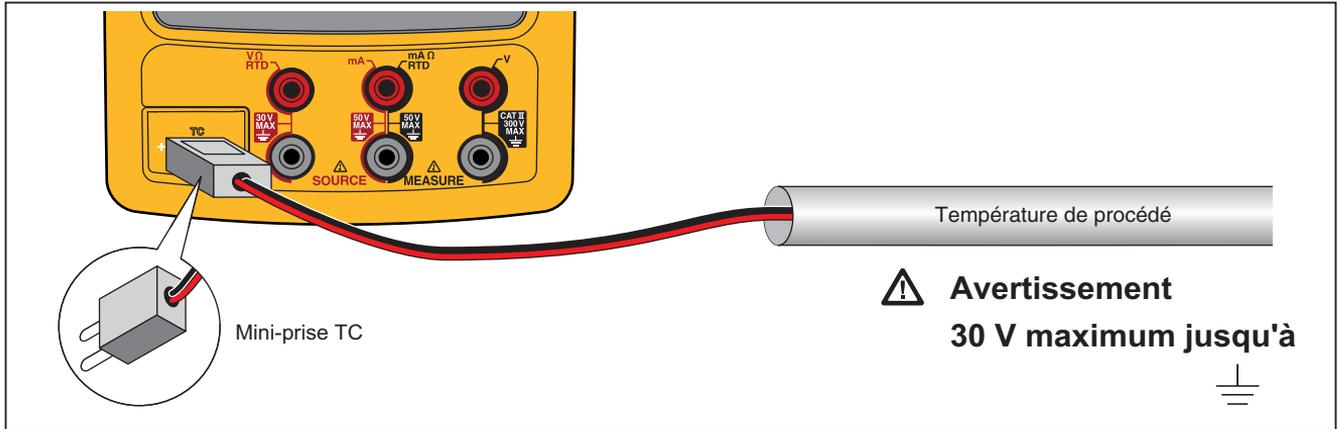

Figure 15. Mesure de température avec un thermocouple
1. Raccordez les cordons du thermocouple à la mini-prise TC appropriée puis à l'entrée/sortie TC. Voir la Figure 15.